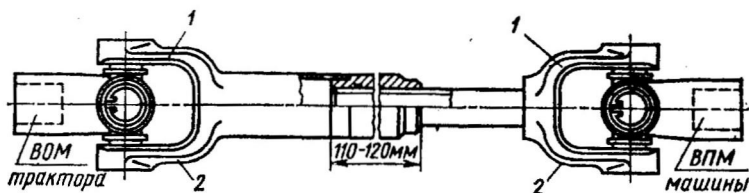

Рис. 32. Схема подсоединения карданной передачи сельскохозяйственной машины.
1. Перед установкой шарнира карданной передачи на хвостовик ВОМ, вал и трубу телескопического соединения карданной передачи смазывают солидолом. Вилки 1 (рис. 32) телескопичес-